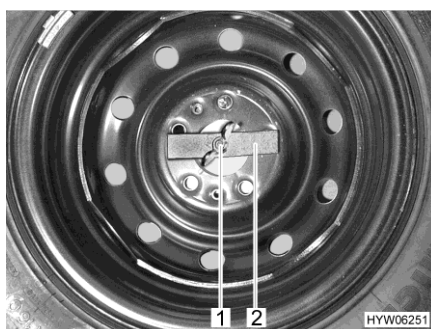

Fig. 229 Roue de secours dans le coffre arrière
- Desserrer l'écrou papillon (Fig. 229,1) à la main et le dévisser.
- Retirer la pièce (Fig. 229,2).